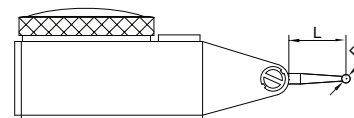

fig.6
- 3. Cada tipo de indicador de teste do mostrador tem um comprimento específico de pontas (L, fig.6). Se o comprimento não for o correto, ocorrerá um erro de medição. Consultar a tabela para escolher as pontas corretas da série 6284.